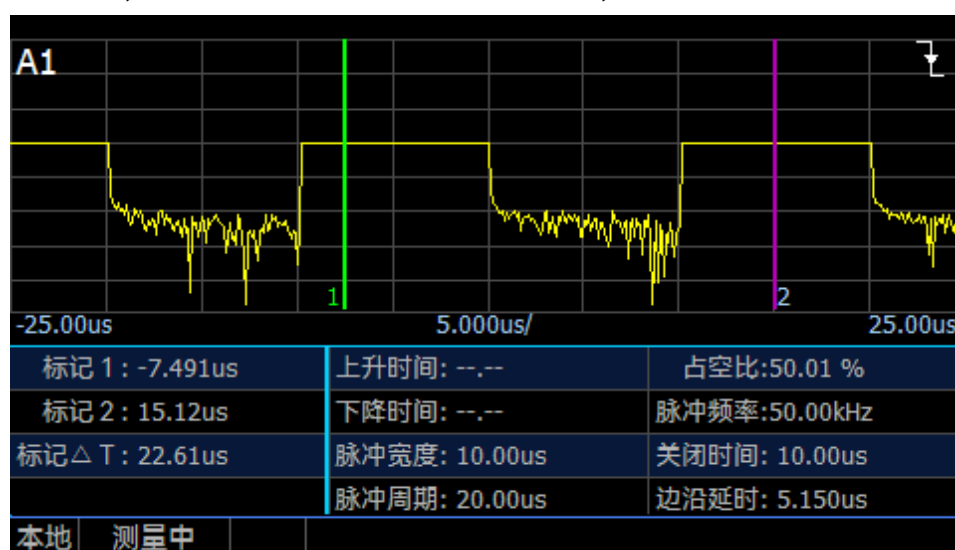

图 4.3 多个周期自动测量时间参数
- 7) 设置[测量参数]>[时间], 得到多个波形显示和时间参数自动测量, 如图 4.3 所示。在此由于水平刻度比较大, 无法观测上升时间和下降时间, 对于上升时间和下降时间测试, 则通过修改水平刻度和边沿触发得到;